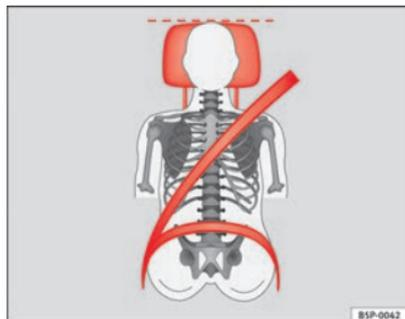

Fig. 12 Sangle de ceinture de sécurité bien ajustée et appui-tête correctement réglé (vue de face)
- La sangle baudrier de la ceinture de sécurité doit passer au milieu de l'épaule, jamais sur le cou. La ceinture de sécurité doit s'appliquer bien à plat sur le buste et l'enserrer fermement ⇒ fig. 12.